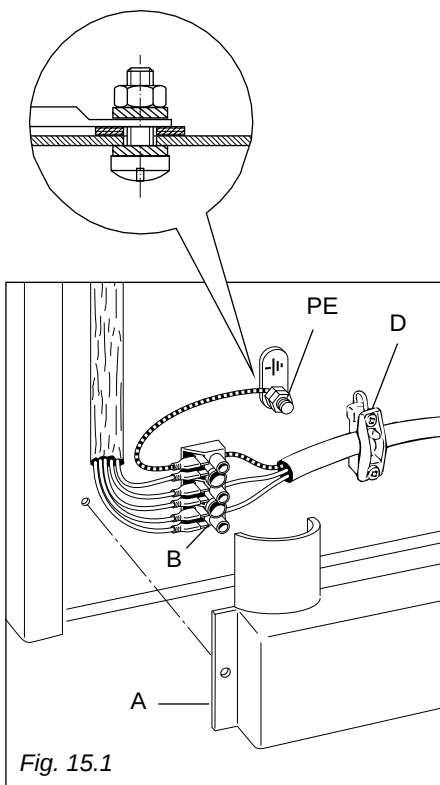

Fig. 15.1
- Dévissez les vis de fixation de la protection "A" située derrière la cuisinière (Fig. 15.1).